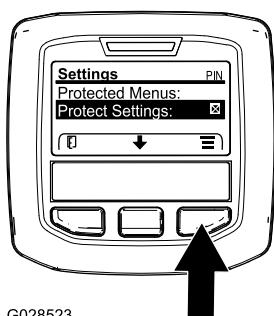

Рисунок 32
1. В MAIN MENU (ГЛАВНОМ МЕНЮ) с помощью средней кнопки прокрутите меню вниз к пункту SETTINGS MENU (НАСТРОЙКИ), и нажмите правую кнопку (Рисунок 32).